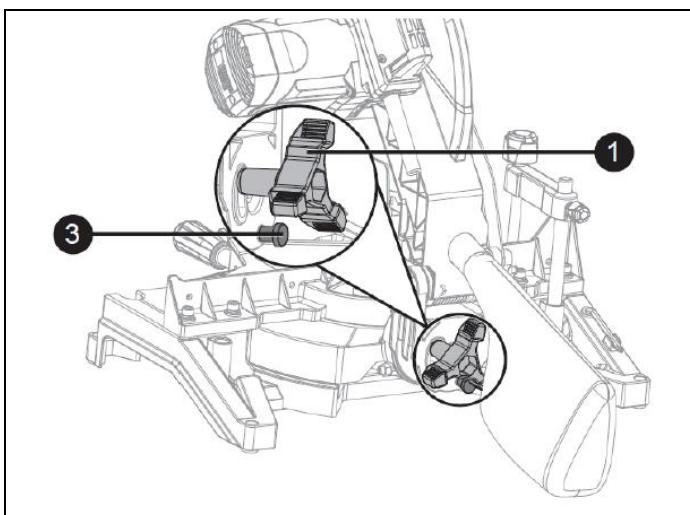

Рисунок 21
5.3 Наклонный рез (Рис. 21–22)
- Если требуется выполнить наклонный (косой) рез, ослабьте ручку фиксации угла наклона (1).
- Наклоните режущую голову на нужный угол, в соответствии со шкалой наклона (2). Пильный диск можно расположить под любым углом, от прямого 90° (0° по шкале) до 45° влево.
- Нажмите кнопку фиксации (3) в процессе регулировки угла наклона, чтобы также иметь возможность установить углы до 48° влево от вертикали до 3° вправо от вертикали.
- Затяните ручку фиксатора угла наклона (1), чтобы зафиксировать режущую голову в нужном положении.